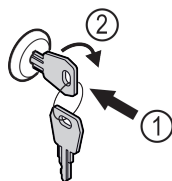

Fig. 171
- ▶ Trykk inn nøkkelen Fig. 171 (1).
- ▶ Vri nøkkelen 90° med klokka Fig. 171 (2).